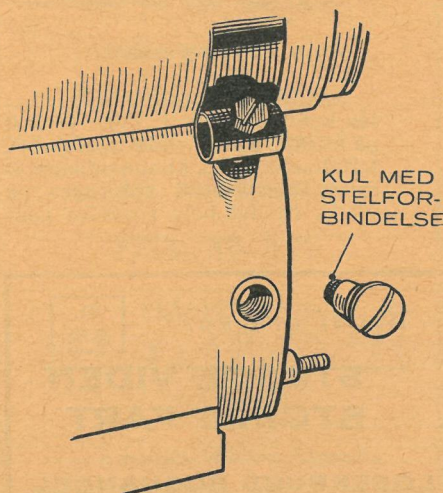

Fig. 4. Stelforbindelsens anbringelse.
4. Kulholderne fjernes sammen med den lille skrue til forbindelse med jord (fig. 4), der findes på siden.